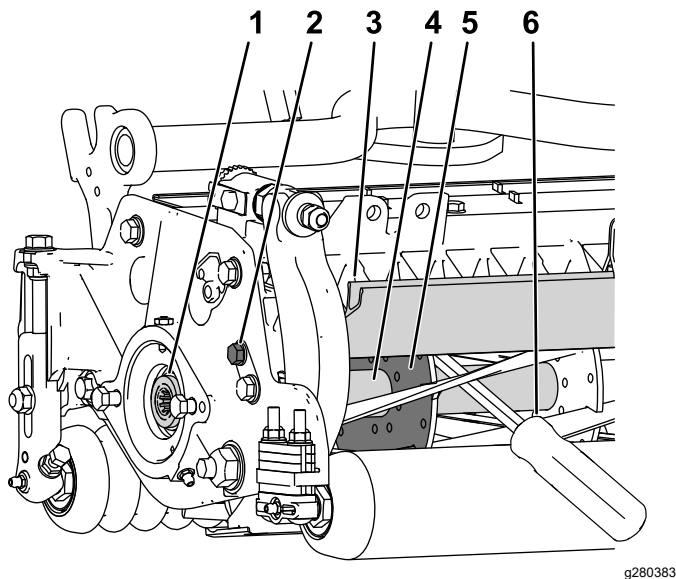

Bild 42
1. Lösen Sie die Schraube des Schutzblechs auf der linken Seite des Mähwerks und heben Sie das Heckschutzblech an (Bild 42).
2. Stecken Sie ein langes Hebeleisen (empfohlen 10 mm x 300 mm mit Schraubendrehergriff) durch die Rückseite der Spindel, nahe an der Seite der Schneideinheit, die Sie anziehen werden (Bild 42).
3. Setzen Sie das Hebeleisen gegen die Schweißseite der Spindelhalterung (Bild 42).